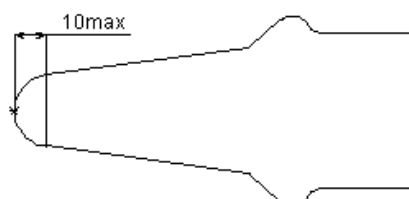

Рис. 5
Внимание! Возможна поставка прибора с уплотнителем исполнение 2, изображенном на Рис. 5.
- Обрезать ножницами кончик резинового уплотнителя на величину ~ 10мм, как это показано на Рис. 5.
2.9.3 Резиновый уплотнитель исполнения 2, изображенный на рис. 5, хранить в свободном состоянии, не допуская соприкосновения стенок между собой. Предохранять от прямых солнечных лучей и других источников теплового излучения.